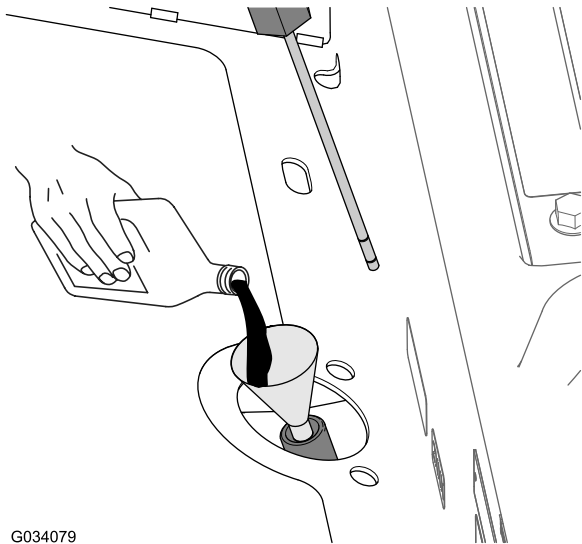

Bild 83
5. Wenn der Ölstand unterhalb der unteren Markierung am Peilstab liegt, füllen Sie das vorgegebene Hydrauliköl in den Einfüllstutzen (Bild 83), bis der Ölstand zwischen der oberen und unteren Markierung am Peilstab liegt (Bild 82).
6. Füllen Sie das vorgegebene Hydrauliköl den Einfüllstutzen (Bild 83), bis der Flüssigkeitsstand im Getriebegehäuse (Reservoir) zwischen der oberen und unteren Markierung des Peilstabs liegt (Bild 82).